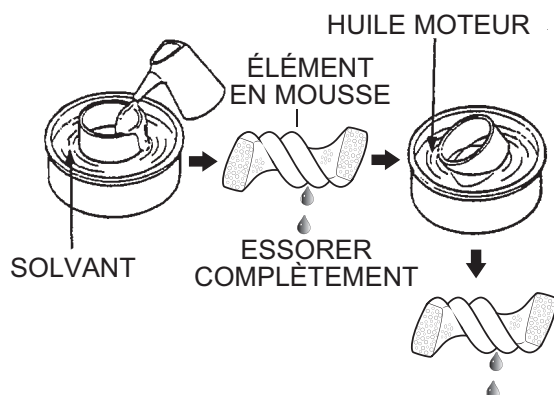

Figure 35. Élément en mousse de nettoyage
2. Nettoyer le filtre en mousse (Figure 35) dans de l'eau chaude savonneuse ou dans un solvant non inflammable. Rincer et sécher avec précaution.